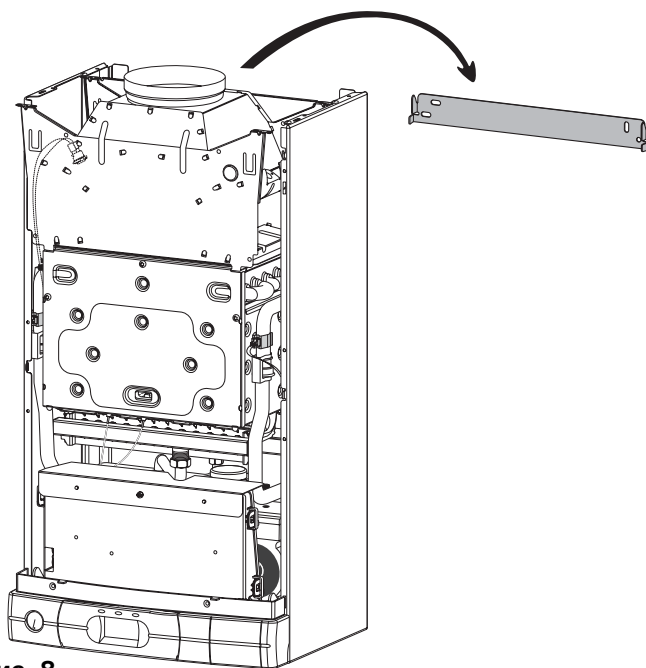

Рис. 8
- и опустите до упора (рис. 8)